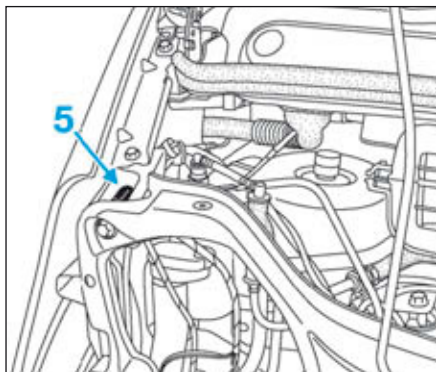

FIG.128
- Déposer l'obturateur (5) (Fig.128).
- l'obturateur (5) (Fig.128),